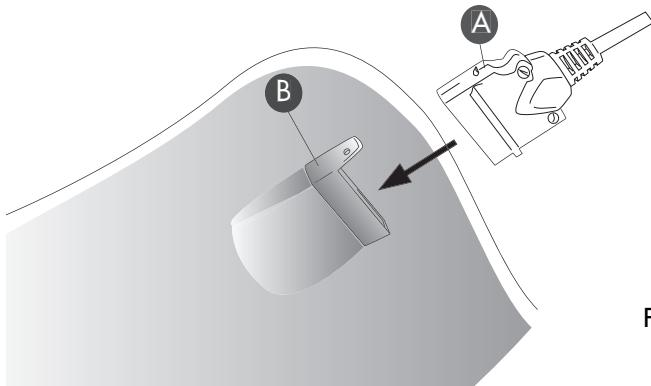

Fig. 1
2. Per collegare il comando alla scaldiletto, inserire il connettore **(A)** del comando nella presa scaldiletto **(B)** fino ad agganciarlo vedi fig. 1. Per il modello matrimoniale l'operazione è da ripetere due volte, una per lato.